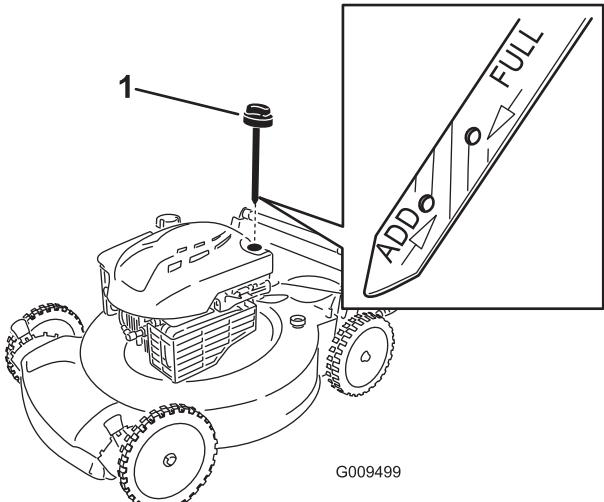

Figure 25
- Retirez la jauge de niveau du tube de remplissage (Figure 25).